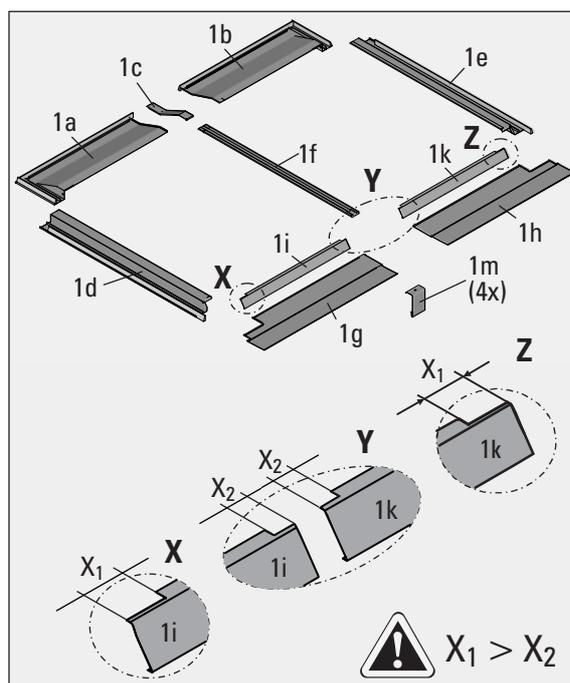

Fig. 2-2 IBV21P / IBV26P
$X_2$  Misura d'angolo bordi interni (gap) lamiera di protezione visiva centrale (= bordo interno da pos. 1i + 1k in fig. 2-2)